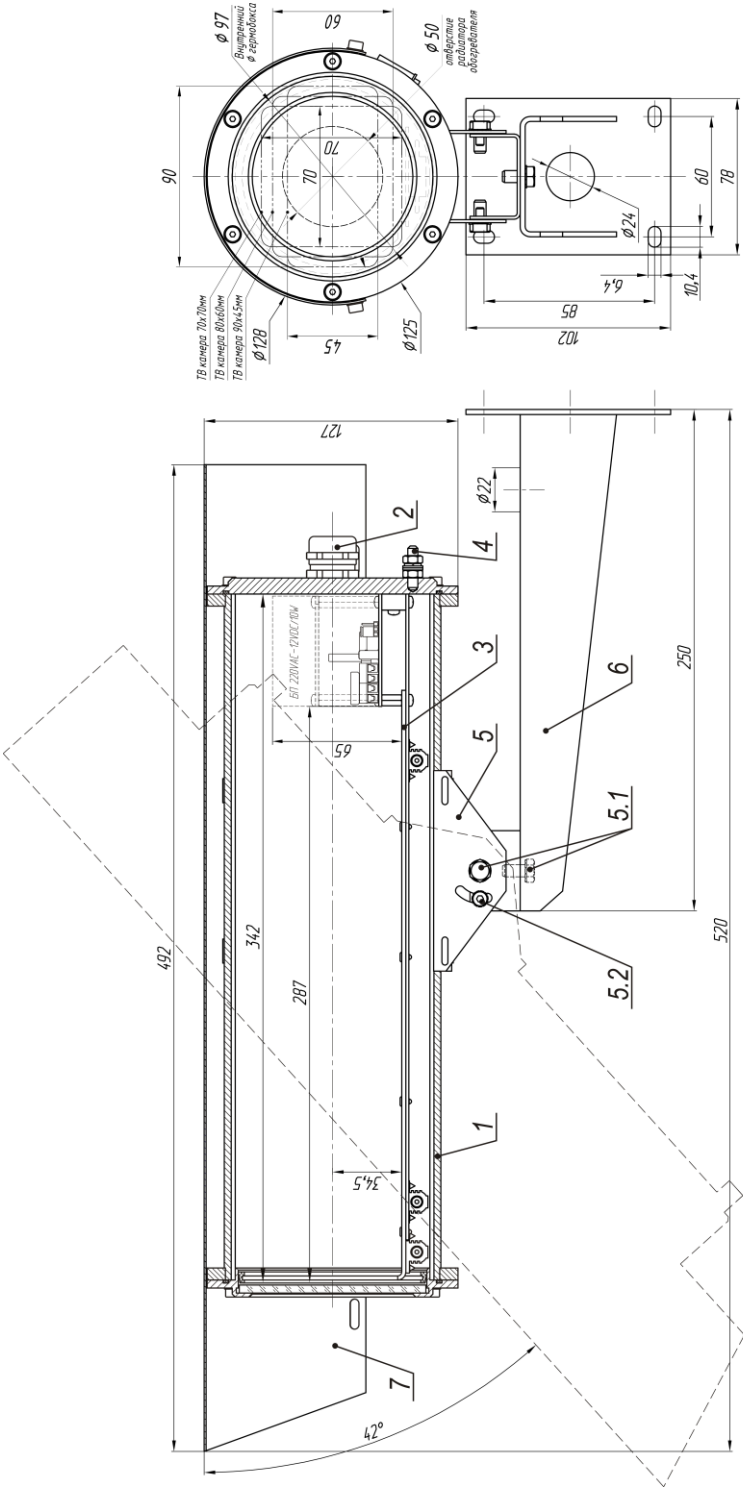

Рис.1 Состав и габаритно-установочные размеры ТГБ-9У
2. Выдвинуть модуль видеокамеры (поз.3 рис.1) из кожуха.
8. Ослабив болты и винты фиксации шарнира (поз.5.1 и 5.2 рис.1), установить гермобокс на нужное направление обзора, после чего надежно зафиксировать шарнир затянув выше перечисленные болты и винты.
9. Заземлить гермобокс с помощью болта заземления (поз.4 рис.1).
- В состав изделия входят (см. рис.1):